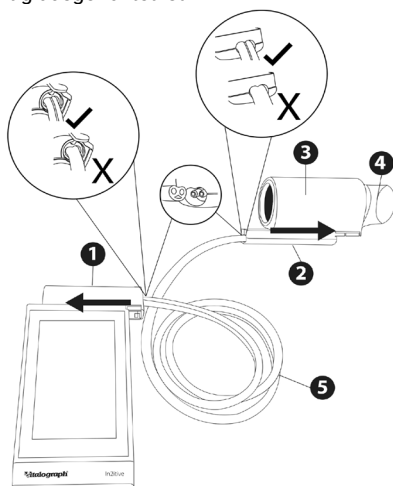

Abbildung 2: Montage des abnehmbaren Messkopfs
Wenn der abnehmbare Messkopf benötigt wird (siehe Abbildung 2 unten):
6. Verbinden Sie den Adapter für den abnehmbaren Messkopf (2) mit der Messkopfbasis (3), indem Sie ihn wie abgebildet nach rechts schieben, bis er einrastet.
7. Achten Sie darauf, den Netzschalter nicht zu drücken, und verbinden Sie die Geräteabdeckung (1) mit dem Gerät, indem Sie sie wie abgebildet nach links schieben, bis sie einrastet. Entfernen Sie die Gummiabdeckung vom Schlauchanschluss. **Hinweis:** Stellen Sie sicher, dass sowohl die Geräteabdeckung als auch der Messkopf-Adapter einrastet.
8. Packen Sie den Anschlussschlauch des Messkopfs (5) aus und verbinden Sie ein Ende mit der Geräteabdeckung (1). Der Schlauch ist wie in Abbildung 2 dargestellt mit einer Markierung versehen, die mit der Markierung auf dem Anschluss der Geräteabdeckung übereinstimmt, um sicherzustellen, dass der Schlauch richtig ausgerichtet ist.
9. Verbinden Sie das andere Ende des Messkopfschlauchs mit dem Messkopfadapter (2). Der Schlauch ist wie abgebildet mit einer Markierung versehen, die mit der Markierung auf dem Adapteranschluss übereinstimmt, um sicherzustellen, dass der Schlauch richtig ausgerichtet ist.